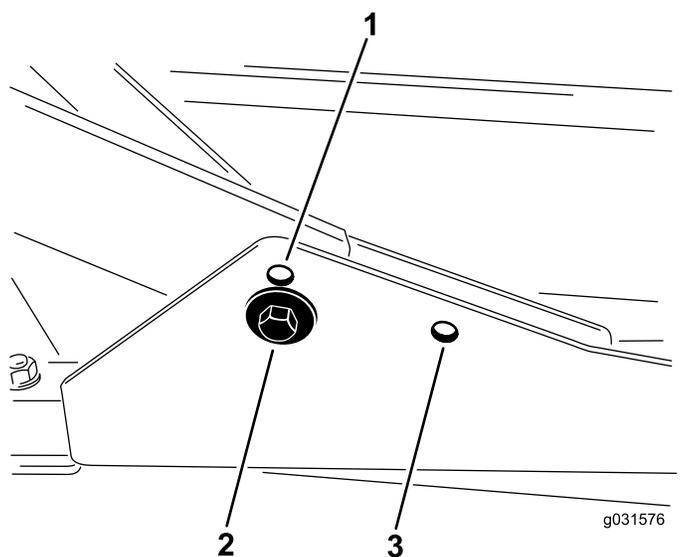

図 16
2. 刈高を 63-100 mm にセットする場合には、前キャリアフレームを上側の穴に取り付けます 図 16。
後 Cutting デッキは、刈り高に関係なく後側の取り付け穴を使って取り付けます 図 16。